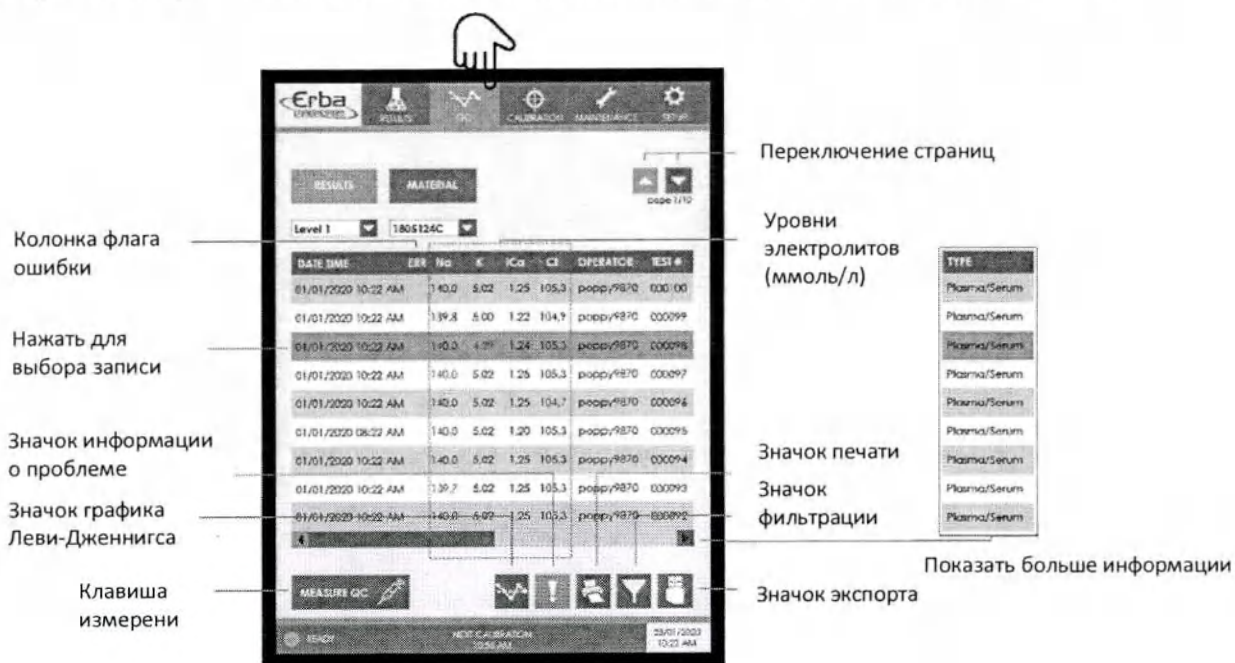

Рисунок 80
- g) Результаты будут представлены на экране результатов меню контроля качества КК (QC) (см. Рисунок 80).